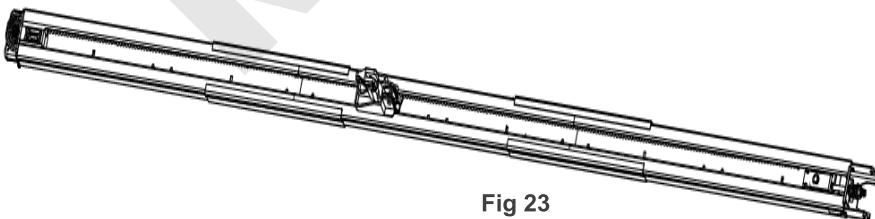

Fig 23
3. Trois rail avec deux adjonction (Fig.23).